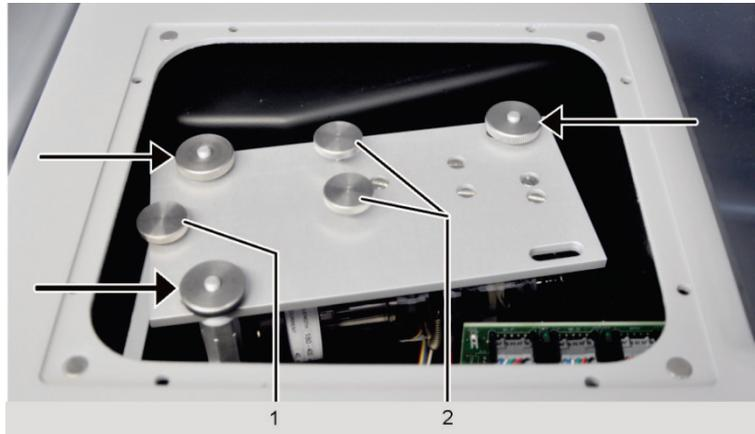

Bild 27 D2HKL-Halter, im Lampenraum eingebaut
3. Die drei Befestigungsmuttern (Pfeile in Bild 27) abschrauben und den Lampenhalter abnehmen.
- Durch Achsenjustierung: Feinjustierschrauben (2 in Bild 27 S. 55) verstellen.